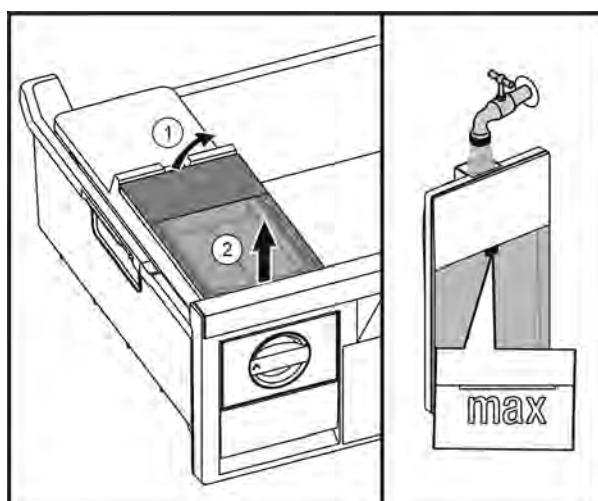

Fig. 26
- Поднять бак для воды сзади Fig. 26 (1) и извлечь движением верх Fig. 26 (2).